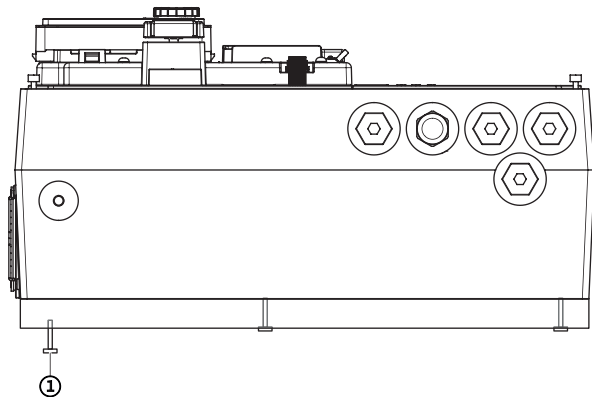

Fig. 116: Uvolnění desky adaptéru
6. Povolte šrouby desky adaptéru na spodní straně elektronického modulu (Fig. 116, poz. 1).